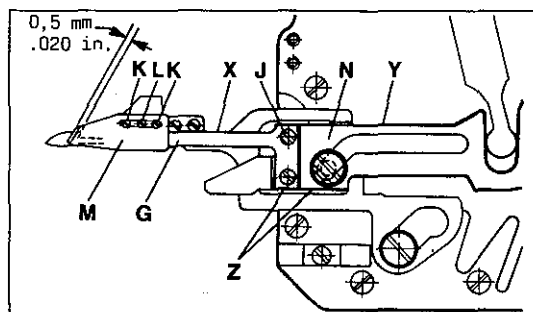
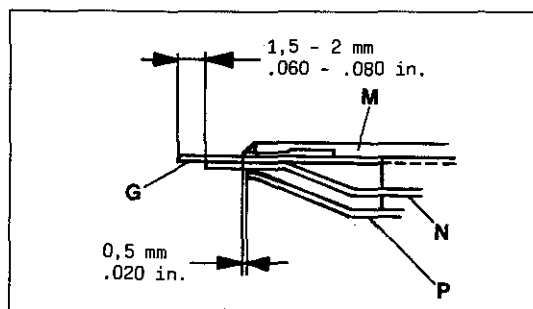
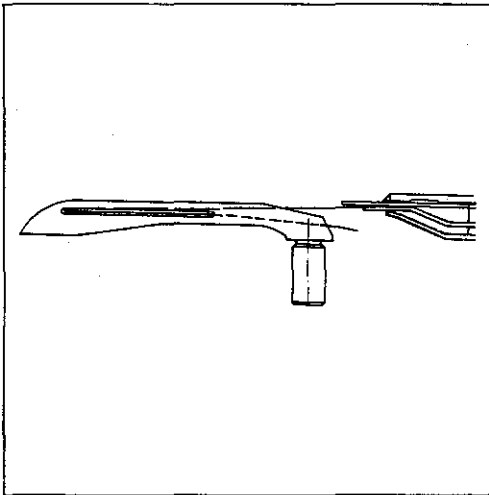

Fig. 50
Fig.52
Fig. 59
2.2 The lower knife (G, Fig. 50) is set correctly, when its edge (X) is parallel to edge (Y) of lower knife holder (H) and edge (Z) of lower knife is in line with edge (Z) of lower knife holder. After loosening screws (J, Fig. 50) the lower knife (G) can be aligned accordingly. Retighten screws.
2.3 Loosen screws (K and L, Fig. 50) for making the following settings:
Besides this the distance between the tip of lower knife (G, Fig. 52) and the front edge of leaf spring (N) should be 1.5 to 2 mm (.060 to .080 in.). Now retighten screws (K, Fig. 50).
Adjust screw (L, Fig. 50) to securely clamp the looper thread as shown in Fig. 59.
Offset the front edge of leaf spring (P, Fig. 52) by 0.5 mm (.020 in.) from the tip of upper knife (M).
2.2 Das Untermesser (G, Fig. 50) ist richtig eingestellt, wenn seine Kante (X) parallel zur Kante (Y) des Trägers für Untermesser (H) ist und die Kante (Z) des Untermessers mit der Kante (Z) des Trägers eine Linie bildet. Nach Lösen der Schrauben (J, Fig. 50) kann das Untermesser (G) entsprechend ausgerichtet werden. Ziehen Sie die Schrauben wieder an.
2.3 Lösen Sie die Schrauben (K und L, Fig. 50) für folgende Einstellungen:
Zudem muß der Abstand zwischen der Spitze des Untermessers (G, Fig. 52) und der Vorderkante der Blattfeder (N) 1,5 bis 2 mm betragen. Ziehen Sie nun die Schrauben (K, Fig. 50) wieder an.
Stellen Sie die Schraube (L, Fig. 50) so daß der Greiferfaden sicher geklemmt wird, wie in Fig. 59 gezeigt.
Stellen Sie die Vorderkante der Blattfeder (P, Fig. 52) 0,5 mm hinter die Spitze des Obermessers (M) zurück.
Set stop (V) with screw (W) so that the leaf springs (N and P, Fig. 52) below the knives have enough clearance to the looper when moving to the left.
Stellen Sie den Anschlag (V) mit der Schraube (W) so, daß die Blattfedern (N und P, Fig. 52) unter den Messern bei ihrer Bewegung nach links genügend Abstand zum Greifer haben.
After being cut the looper thread must be clamped as shown in Fig. 59. The tension of the leaf spring for clamping the looper thread can be adjusted with screw (L, Fig. 50).
Nach dem Abschneiden muß der Greiferfaden, wie in Fig. 59 gezeigt, geklemmt sein. Die Spannung der Blattfeder zum Klemmen des Greiferfadens kann mit der Schraube (L, Fig. 50) eingestellt werden.